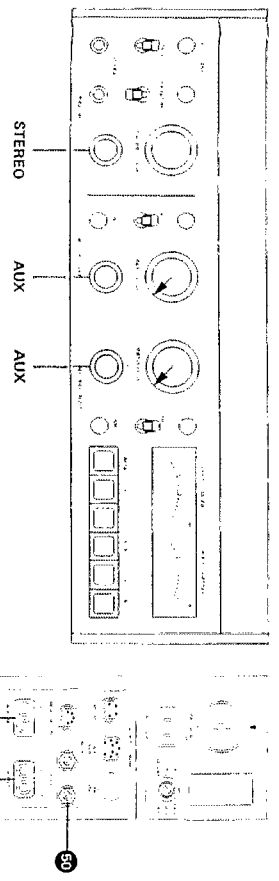

Fig. 6.4-3
- Bedienungselemente nach Fig. 6.4-3 einstellen.
- Set operating controls as per fig. 6.4-3.
- NF-Generator an Anschluss **AUX INPUT (49)** parallel anschließen.
- NF-Multivoltmeter an Ausgang **OUTPUT (51)** anschließen.
- Connect audio generator to both **AUX INPUTS (49)** in parallel.
- Connect audio multivoltmeter to **OUTPUT (51)**.
- Effectuez les commutations selon la fig. 6.4-3.
- Raccordez un générateur SF aux entrées **AUX INPUT (49)**.
- Branchez un multivoltmètre à la sortie **OUTPUT (51)**.